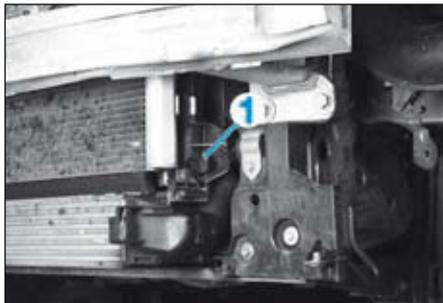

FIG.25
- Ouvrir le bouchon de vidange (1) du circuit de refroidissement sur le radiateur de refroidissement (Fig.25).